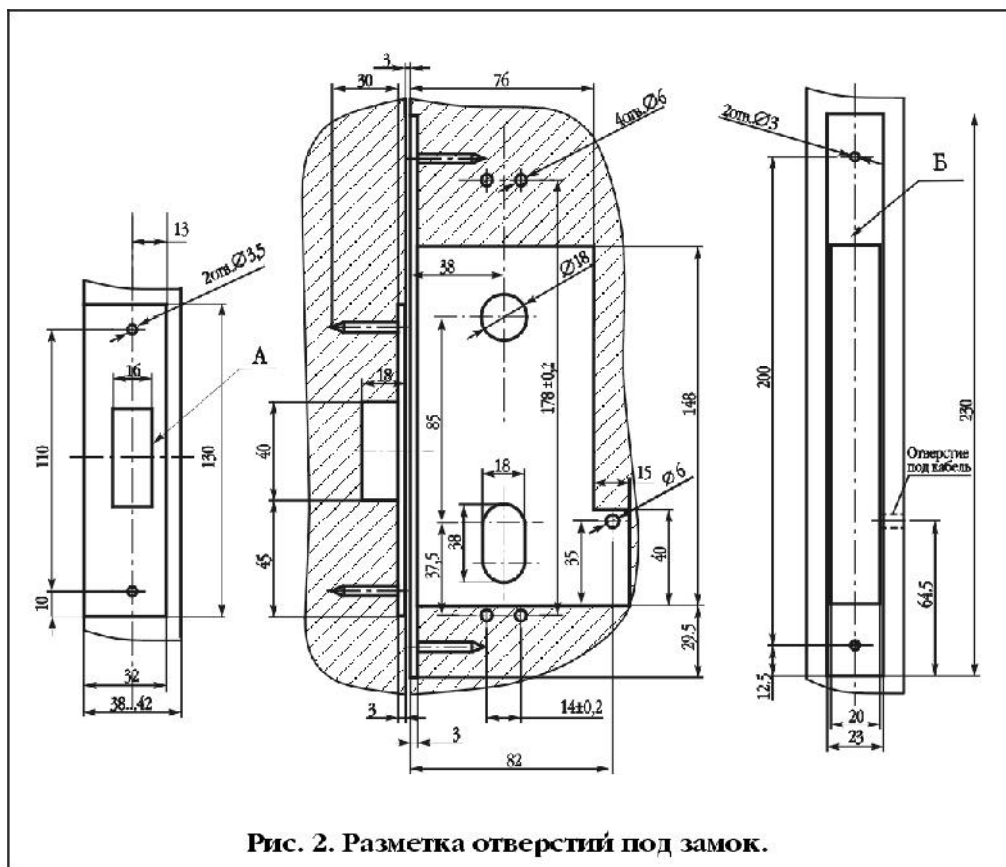

Рис. 2. Разметка отверстий под замок.
- 2) Кабель управления (двужильный провод сечением 0,35 мм² при длине до 5м и сечением 0,75 мм² при длине более 5 м) проложить от блока управления по внутренней поверхности двери и завести через отверстие (см. рис.2) в установочный карман. В случае прокладки кабеля другим способом порядок монтажа корректируется по месту.
1) Установить запорную планку 8 в паз дверной коробки, обеспечив зазор 1,5 - 3 мм при закрытой двери между плоскостью планки 8 и накладкой 2. Паз запорной планки А (рис.2) должен быть расположен строго симметрично относительно поперечного сечения Б (засова).